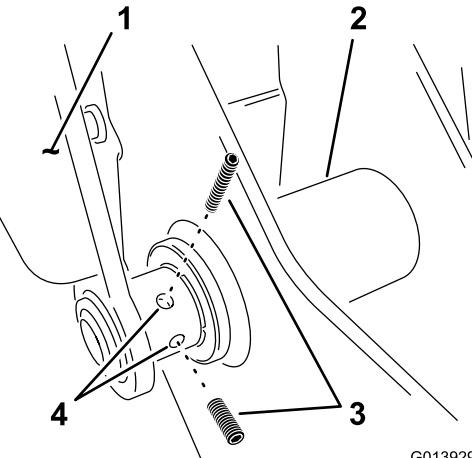

**Рисунок 5**
- Вставьте ось правого рычага люльки сквозь вал шарнира (Рисунок 5).
15. Прикрепите рукоятку к узлу опорной пластины, используя плоскую шайбу и шплинт, как показано на Рисунок 5.